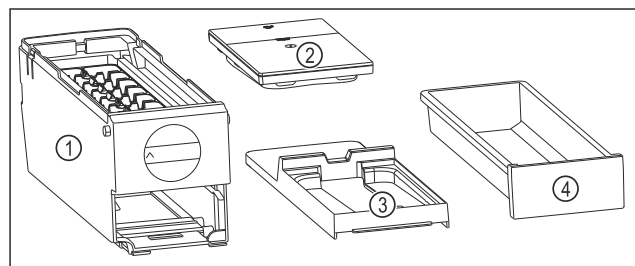

Fig. 84 Bestandteile des EasyTwist-Ice
- ▶ EasyTwist-Ice ist in vier Teile zerlegt. (siehe Fig. 84)
- ▶ EasyTwist-Ice nur in abgebildete Bestandteile zerlegen. (siehe Fig. 84)
- ▶ EasyTwist-Ice-Körper Fig. 84 (1) als Ganzes reinigen.